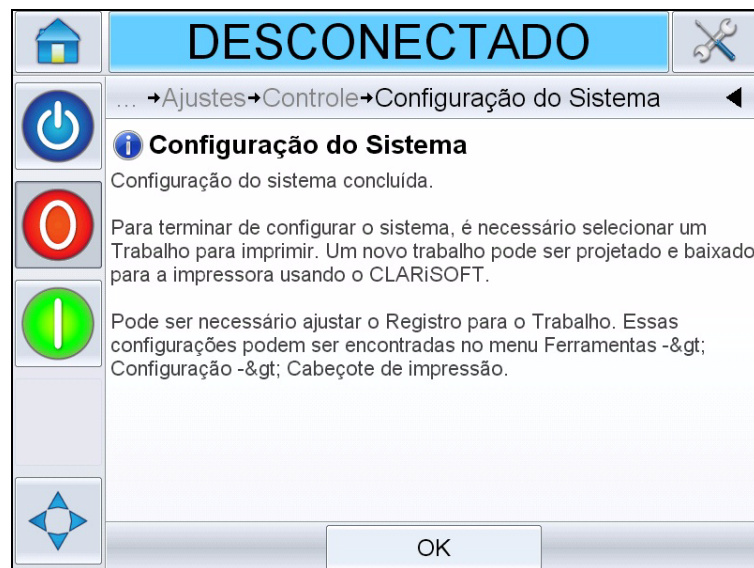

Figura 5-15: Configuração do sistema concluída
- 6 Toque em *Avançar* para concluir a configuração do sistema (consulte Figura 5-15).